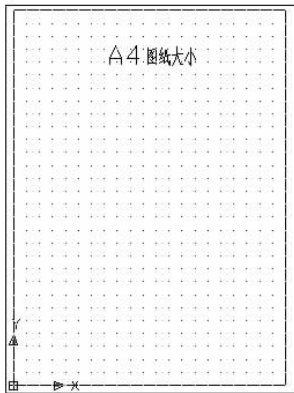

图 2-26 A4 图纸
图形界限是限制绘图的区域,如设置一张 210mm×297mm 的 A4 图纸,单位精度小数为 2,捕捉间隔为 6,栅格间距为 10,结果如图 2-26 所示。
(4)利用 PLINE 命令绘制图幅边框,并输入汉字,结果如图 2-26 所示。